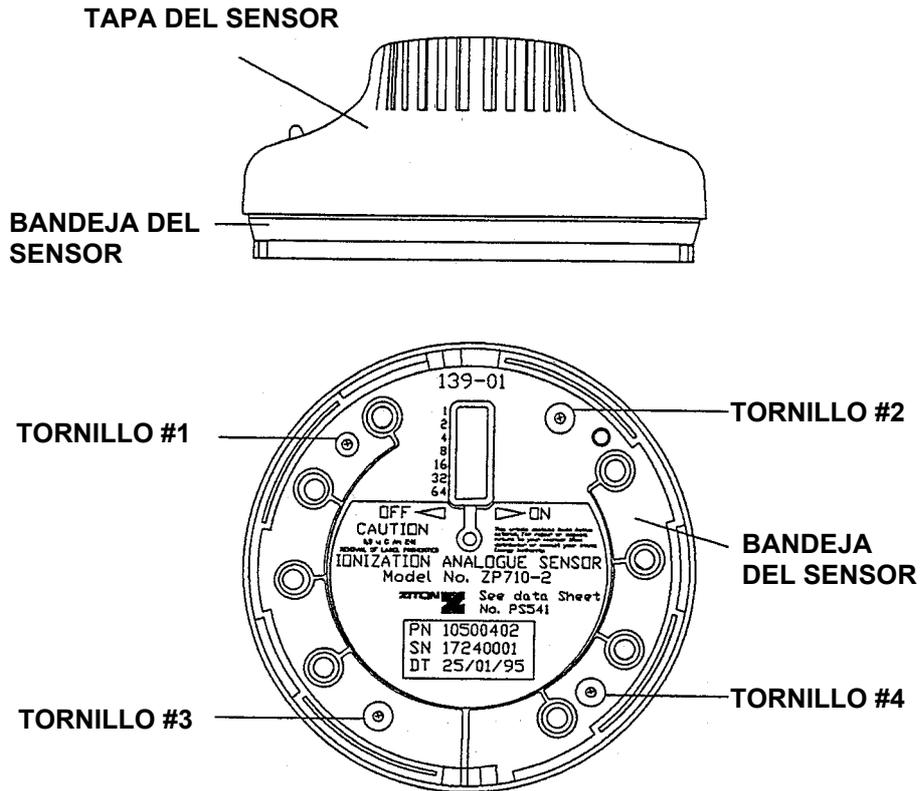

Imagen 5.2.1 ZP710 – Aspecto Externo
1. Quite los tornillos numerados del 1 al 4 en la imagen 5.2.1.